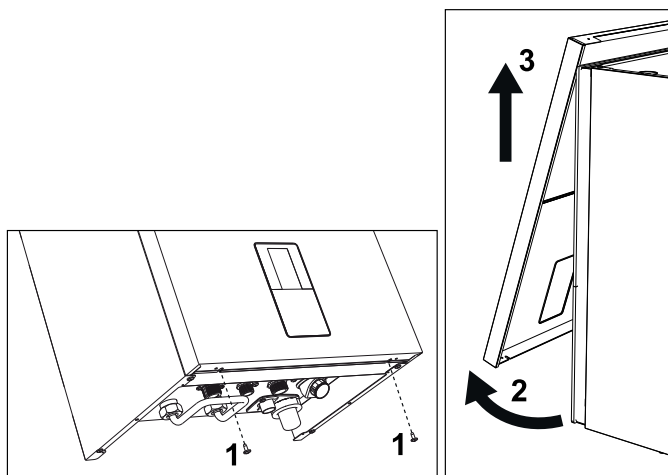

fig. 42- Apertura del panel frontal
1. Desenrosque los tornillos "1" (véase fig. 42).